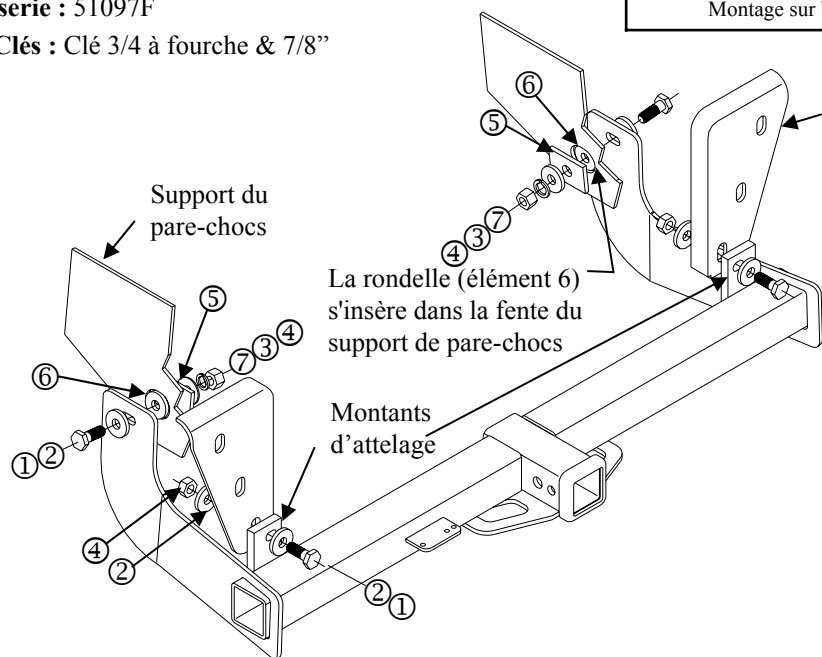

Figure 1.
1. Soulever l'attelage en position comme illustré à la figure 1. Utilisez les attaches pour attacher les montants d'accroc à la parenthèse de butoir.